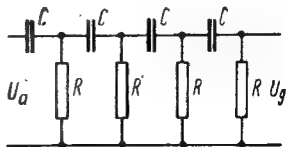

Bild 41
- b) viergliedrige RC-Kette, anwendbar bei Trioden (Bild 41):